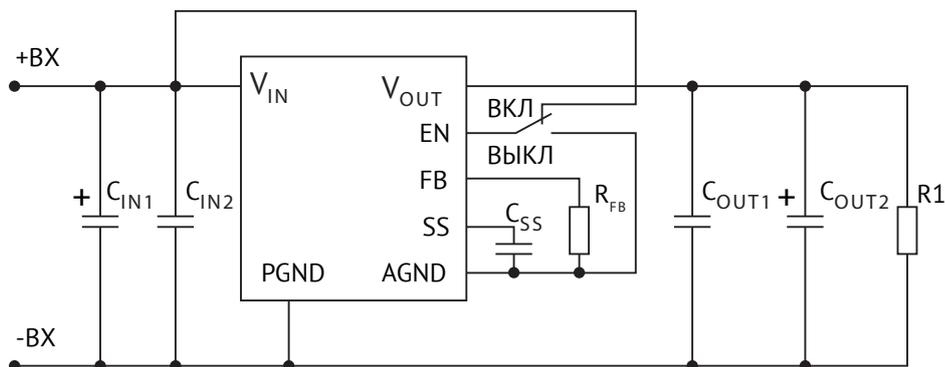

Рис. 6. Схема включения.
- исполнение с частичной схемой включения [Рис. 6];